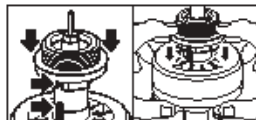

Figura P4
5. Instalar el adaptador roscado de 1” empujándolo sobre el vástago del actuador y asegurándose de que la muesca del adaptador se alinea con la muesca del vástago del actuador (Figura P4).